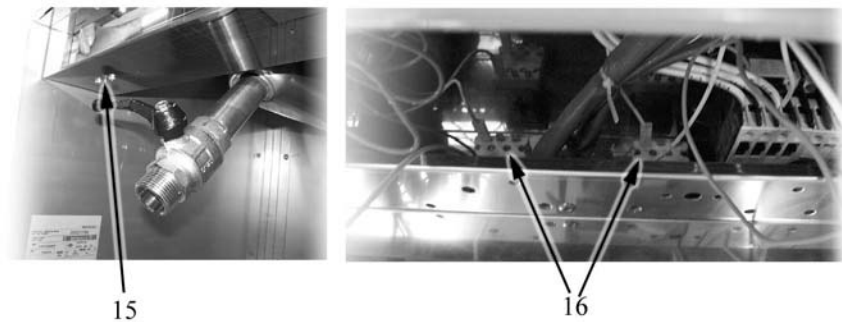

Bild. 3
- Rote Taste drücken bis man einen metallischen Knall hört (pos.15 in Fig.3);